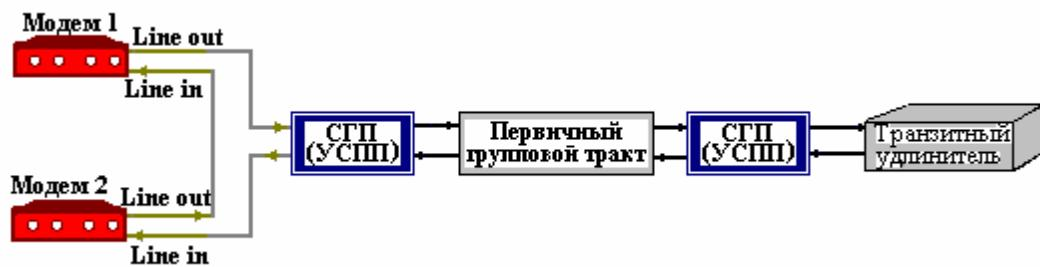
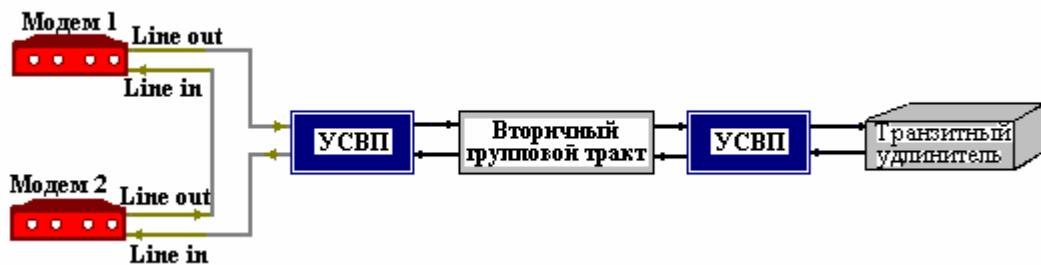
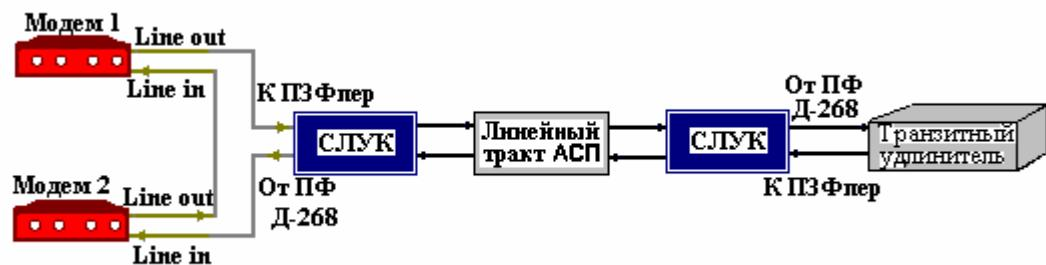

Рис. 24. Схема проверки работы модемов версии ПГМ по шлейфу ПГТ.
Рис. 25. Схема проверки работы модемов версий ВГн (ВГв) по шлейфу ВГТ.
Рис. 26. Схема проверки работы модемов версий ЛТ60н (ЛТ60в) по шлейфу ЛТ К-60П.
Если в структуре трассы не более одного транзита по ПГ (или одного НУП в однокабельной двухполосной 12-канальной системе), то можно провести тестирование работы двух модемов версии ПГМ, размещенных на одном из ее концов, выполнив подключение по схеме, приведенной на Рис. 24.
Аналогично для модемов версий ВГн и ВГв тестирование осуществляется по схеме, приведенной на Рис. 25, а для модемов версий ЛТ60н, ЛТ60в – на Рис. 26. Для версии ЛТ24 тестирование осуществляется по схеме, аналогичной версиям ЛТ60н и ЛТ60в.
1. Соединить модемы в соответствии со схемой, соответствующей версии модема (см. Рис. 24, Рис. 25 или Рис. 26).
**ВНИМАНИЕ:** в приемнике модема 2 при преобладании в тракте импульсных помех, что обычно имеет место, фиксируется удвоенное количество ошибок, по сравнению с ожидаемым при работе модемов, установленных на концах трассы. Это объясняется тем, что работа приемника модема 2 через шлейф по схеме (Рис. 23, Рис. 24 или Рис. 25) равносильна работе через тракт удвоенной протяженности.